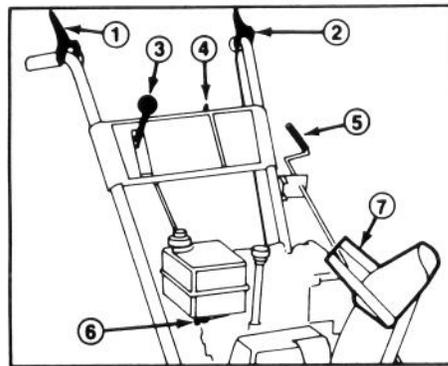

Figure 14
Commande de tarière (Fig. 14) — Cette commande a deux positions: EMBRAYÉE (Engage) et DÉBRAYÉE (Disengage). Pour embrayer la tarière et le rotor, comprimez le levier contre la poignée du mancheron droit. Pour les débrayer, relâchez le levier.
Commande de traction (Fig. 14) — Pour ob-
Sélecteur de vitesse (Fig. 14) — Cette commande a quatre positions: marche arrière, 1, 2 et 3 (trois vitesses avant). Pour changer de vitesse, placez le levier à la position désirée. Le
Clé d'allumage (Fig 14) — La clé d'allumage a deux positions: MARCHE (on) et ARRÊT (off). Mettez la clé en position MARCHE (on) avant de mettre le moteur en marche à l'aide du démarreur à rappel. Pour arrêter le moteur, mettez le clé en position ARRÊT (off).
Robinet d'arrêt d'essence (Fig. 14) — Ce robinet se trouve sous le réservoir d'essence. Fermez le robinet pour arrêter l'arrivée d'essence au carburateur et rouvrez-le pour rétablir l'alimentation. Fermez le robinet quand la déneigeuse ne sert pas.
Commande d'éjecteur (Fig. 14) — Tournez la manivelle de commande de l'éjecteur à droite pour orienter l'éjecteur vers la gauche et tournez la manivelle vers la gauche pour orienter l'éjecteur vers la droite.
Manette du déviateur (Fig. 14) — La manette du déviateur se trouve sur le dessus de l'éjecteur et sert à régler la hauteur du jet de neige.
3. Ouvrez le robinet d'arrêt d'essence sous le réservoir d'essence (Fig. 14).
5. Tournez la clé d'allumage en position de MARCHÉ (Fig. 14).